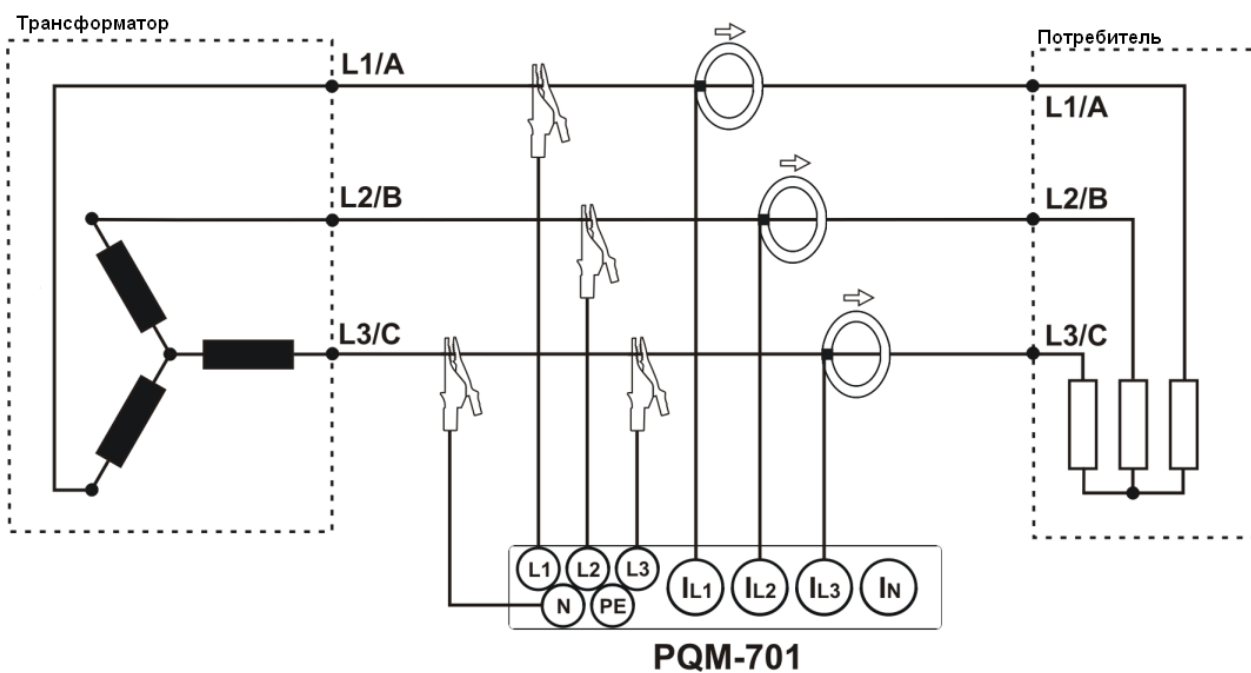
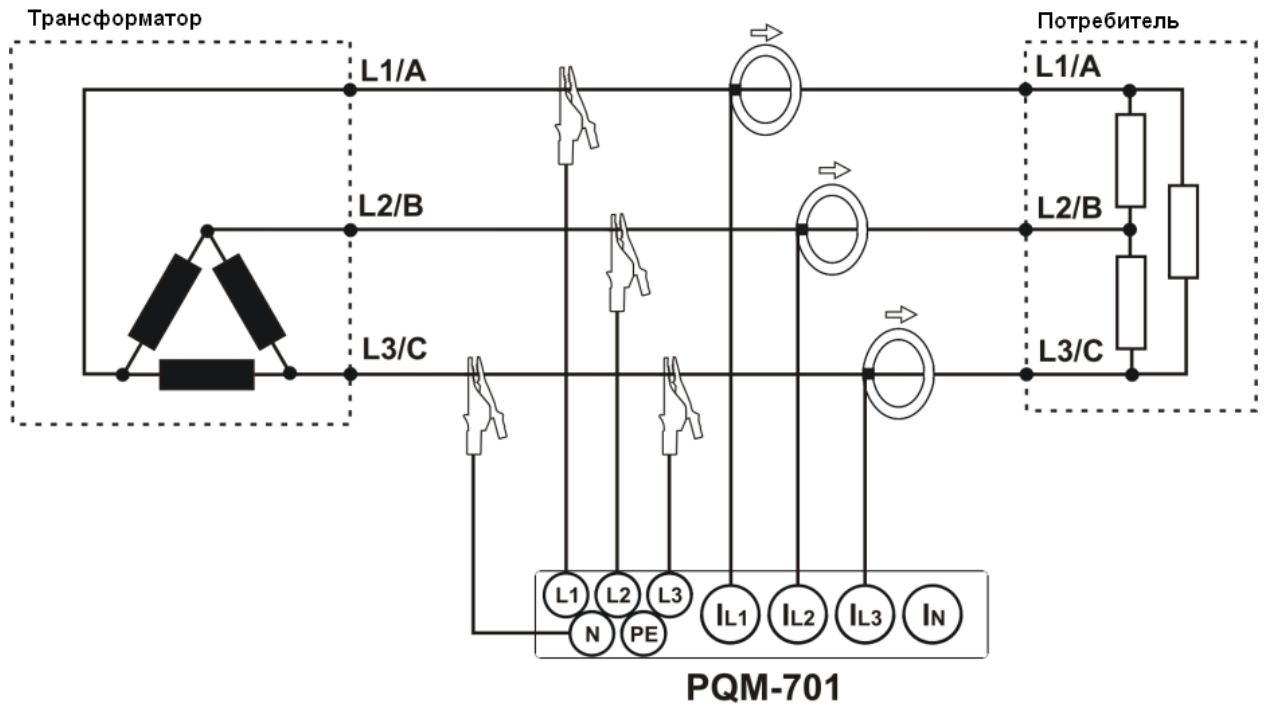
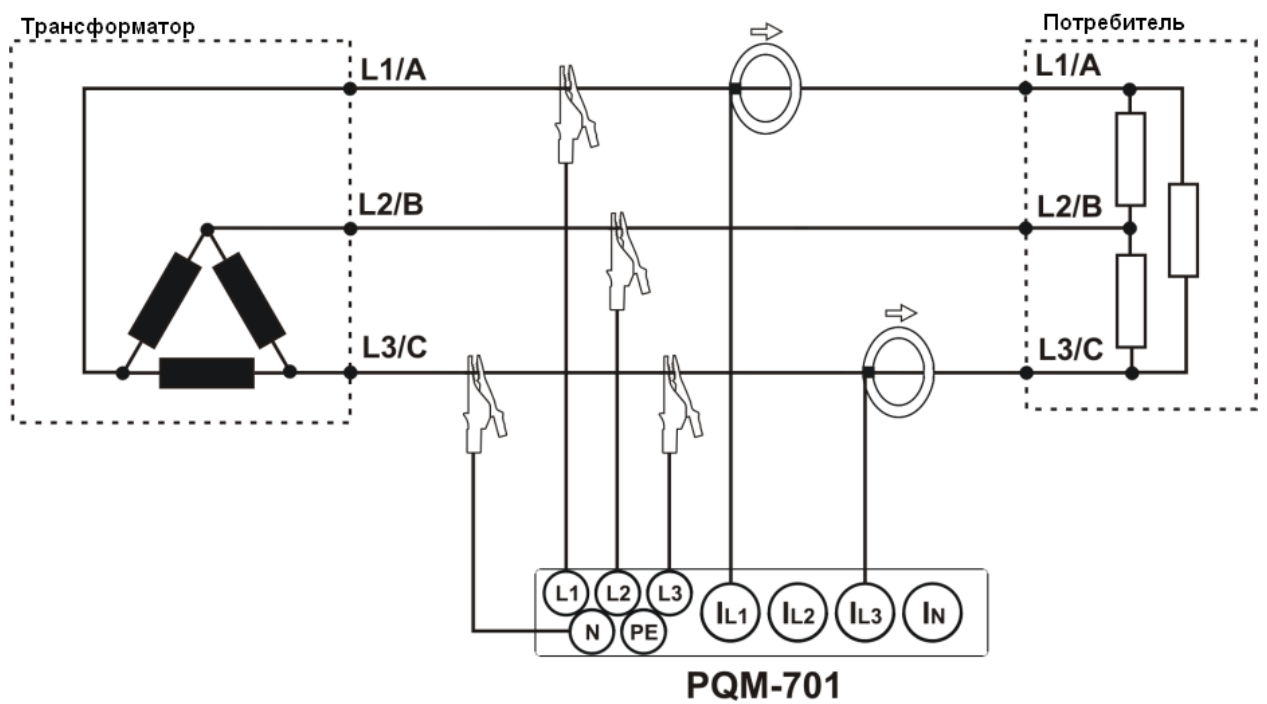
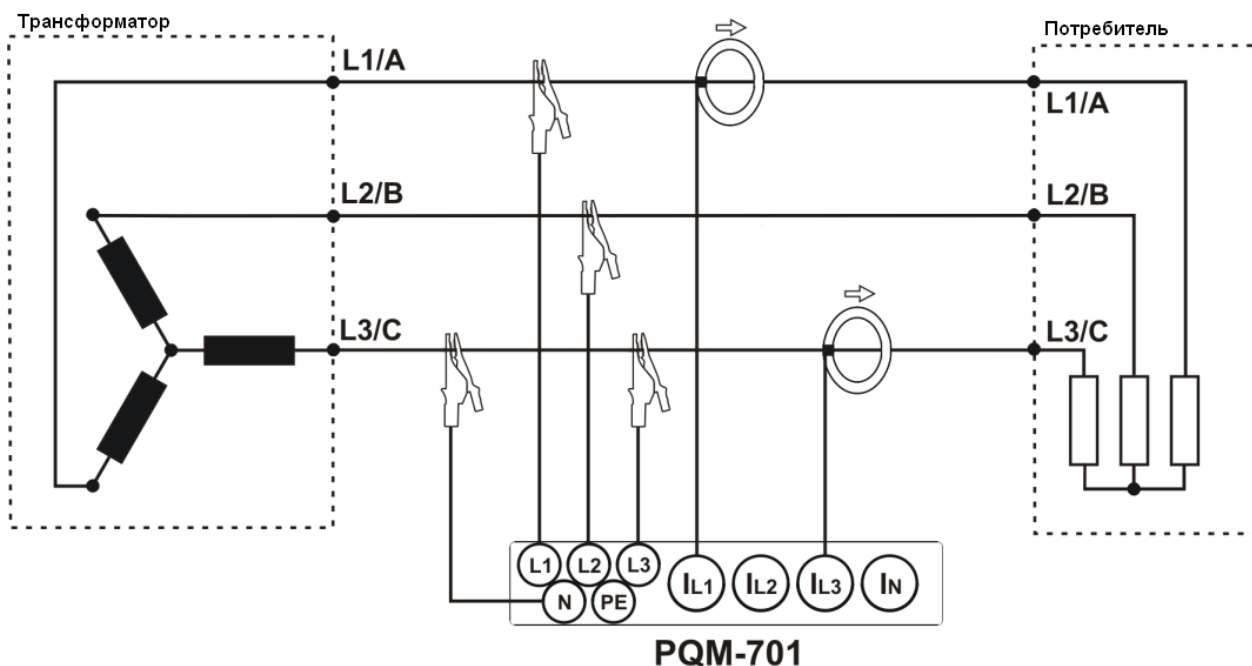

Рис. 5. Схема подключения – Трехфазная трехпроводная ("звезда") (изолированная нейтраль).
Рис. 6. Схема подключения – Трехфазная трехпроводная ("треугольник").
Рис. 7. Схема подключения – Трехфазная трехпроводная ("треугольник" Арона)
Рис. 8. Схема подключения – Трехфазная трехпроводная ("звезда" Арно)
- Трехфазная трехпроводная ("звезда") (изолированная нейтраль) (Рис. 5),
- Трехфазная трехпроводная ("треугольник") (Рис. 6).
Эту методику можно использовать в случае системы типа треугольник (Рис. 7) и звезда без нейтрального проводника (Рис. 8).
**Поскольку входы измерения напряжения отнесены к входу N, в системах, где отсутствует нейтральный проводник входы N и L3 анализатора соединены между собой. Это показано на Рис. 5, Рис. 6, Рис.7 и Рис. 8 (трехпроводные системы типа звезда и треугольник).**